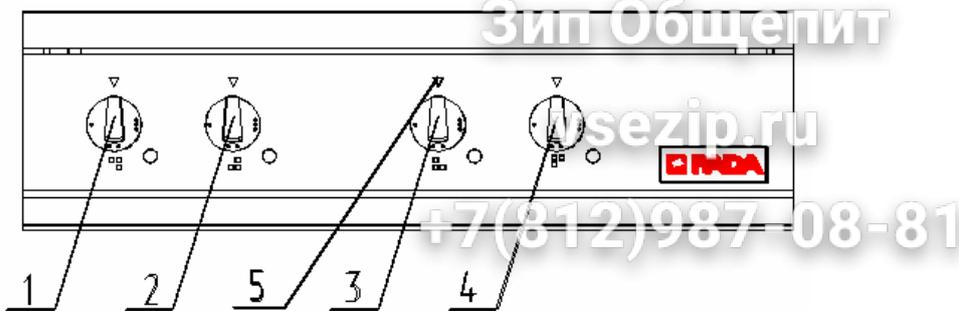

Рисунок 3 –Панель управления конфорками плит ПЭ-724 О
5.2.2 Каждая конфорка снабжена отдельным переключателем, которые расположены на панели управления конфорками (рисунок 3; 4).
Ступенчатое регулирование мощности нагревателей каждой конфорки осуществляется установкой ручки переключателя в положение «1», «2» или «3», что соответственно определяет степень нагрева: слабый, средний или сильный. Отключение конфорки производится установкой ручки переключателя в положение «0». Мнемосхемы на панели управления указывают, к какой конфорке относится ручка переключателя мощности (рисунок 3; 4).